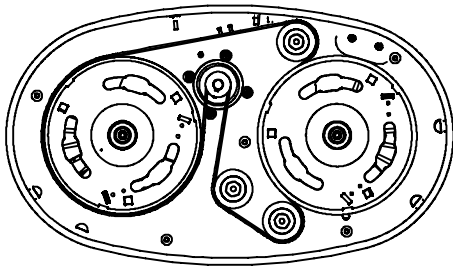

FIG. 71
5. Acheminez la nouvelle courroie comme illustré (Figure 71).